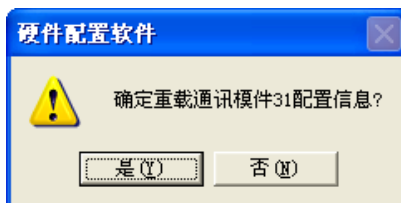
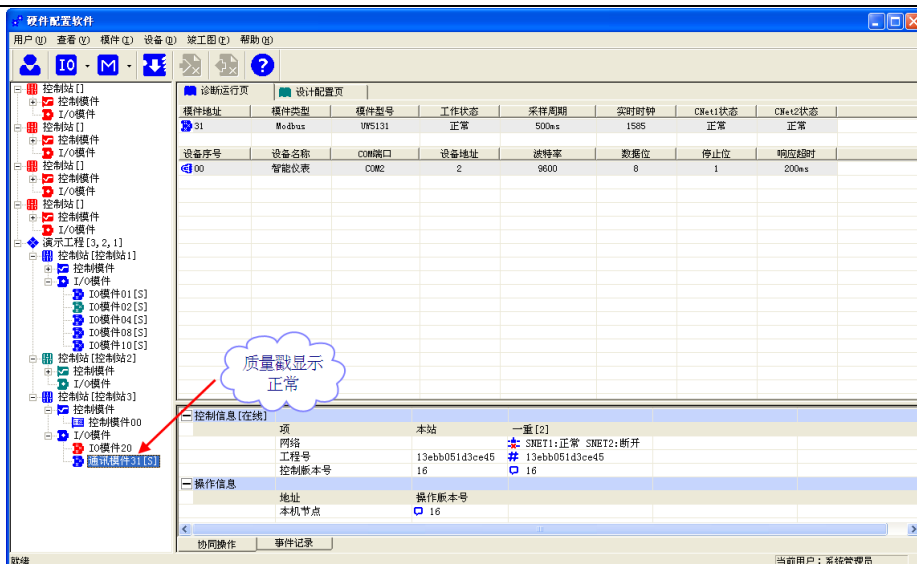

图 4-36 重载通讯模块提示框
图 4-37 质量戳显示正常
点击工具栏中的图标“M”，然后选择“重载通讯模块”，弹出重载通讯模块提示框，如图 4-36 所示。点击“是 (Y)”，通讯模块重载，然后质量戳显示正常。如图 4-37 所示。